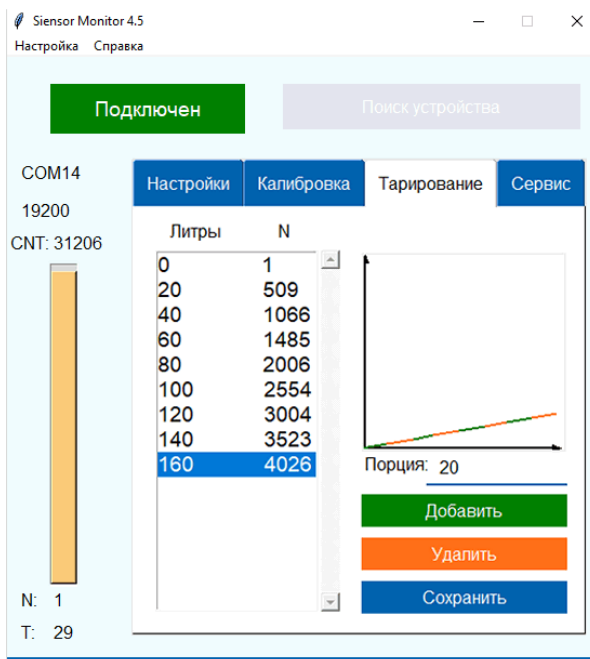

Рис. 4.4 Программа «Siensor Monitor» – вкладка «Тарирование». Тарировочная таблица
8. Нажмите кнопку «Добавить» после окончания стабилизации уровня (см. рис. 4.4).
Для тарировки топливного бака правильной геометрической формы необходимо составить тарировочную таблицу для каждого ДУТ (см. рис. 4.4) как показано в таблицах (см. таблица 4.2, таблица 4.3), где n – шаг заправки (литры), m – количество контрольных точек, $m \cdot n$ – объем топливного бака (V , литры).